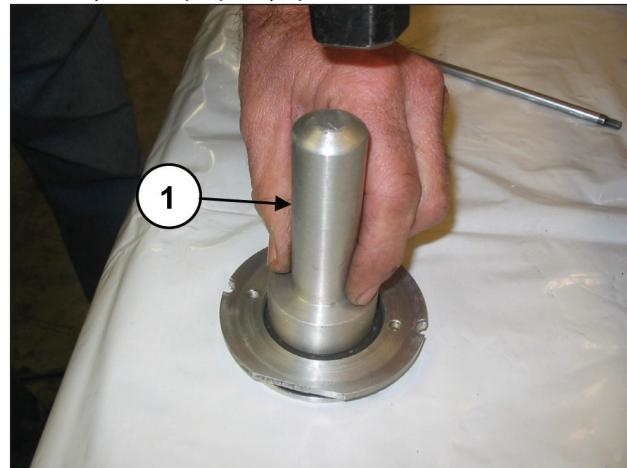

Рис. 174
Установите сальник в крышку сальника (поз. ①, Рис. 174), используя калибр-пробку арт. 27910900.